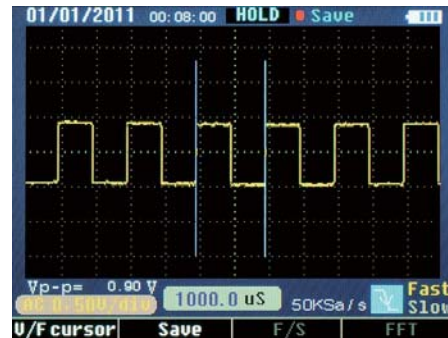

Figure 2-11-2
- Curseur temporel : affiché comme une ligne verticale à l'écran, laquelle peut mesurer le paramètre vertical, le résultat apparaît en haut de l'écran, voir figure 2-11-2.